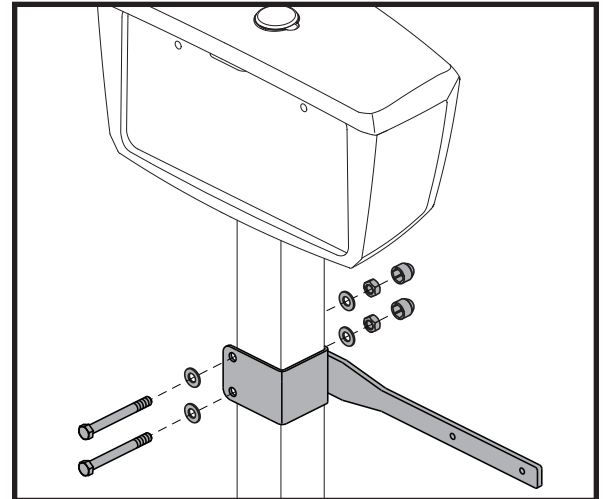

Figura 8. Soporte de accesorios
2. Sujete con las piezas suministradas. **Ver figura 8.**